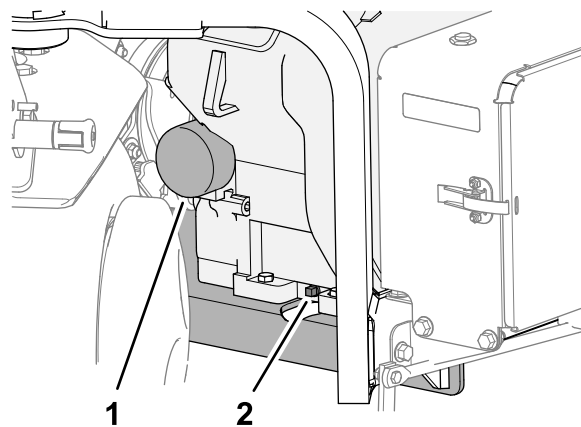

Figura 150
3. Aezai o tavă sub buonul de golire a uleiului și scoateți buonul (Figura 150).
1. Aezai o tavă de golire sub filtru și îndepărtați filtrul (Figura 150).
6. Introduceți filtrul de ulei pe adaptorul filtrului până când garnitura intră în contact cu adaptorul filtrului (Figura 150), apoi strângeți filtrul cu încă o ½ de tură.